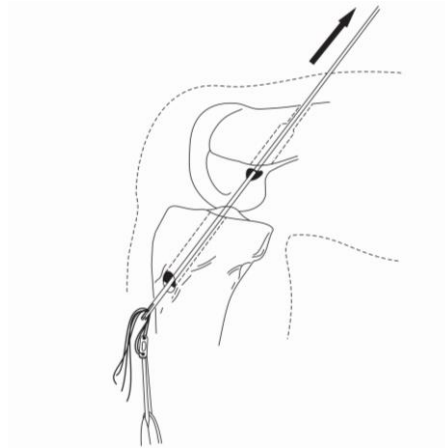

Figura 7: Ilustração dos Fios de Posicionamento descartáveis em Poliéster junto com as suturas de encurtamento do laço ajustável passadas através dos túneis.
6.6. Passar os Fios de Posicionamento descartáveis em Poliéster junto com as suturas de encurtamento do Laço Ajustável através dos túneis em direção proximal, da tíbia para o fêmur, passando pelo quadríceps e pele, até que possa ser possível manuseá-las externamente (**Figura 7**).